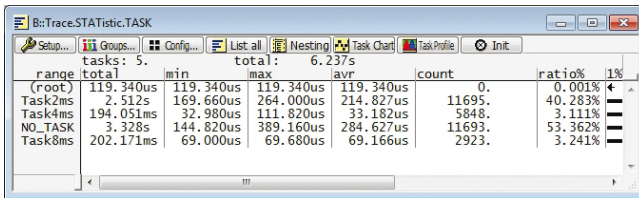

Fig. 13: Analyse des temps d'exécution d'un système d'exploitation OSEK
- Analyse des temps d'exécution des tâches (voir fig. 13)